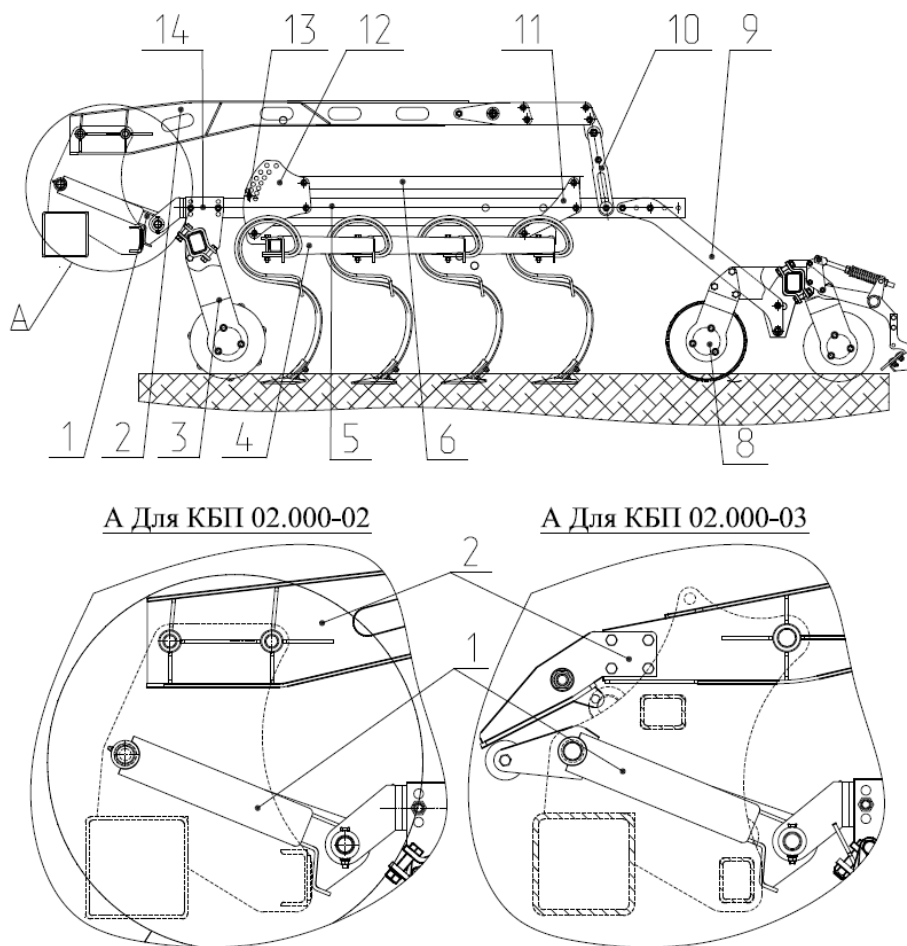

Рис.10 Секция рабочих органов КБП 02.000-02(-03)
2.8 Секция рабочих органов (рис.10, 11) предназначена для выполнения основной технологической операции культивация, выравнивание, прикатывание почвы. Секция состоит из подвески 2 закрепленной на боковой балке болтами М20х120, поводка 1 шарнирно закрепленного на боковой балке. К поводку шарнирно закреплена рамка 5, опирающаяся на опорные катки 3 и 8. На рамке шарнирно установлены кронштейны 11 и 12, соединенные между собой тягой 6. К нижним отверстиям кронштейнов шарнирно закреплена секция 4.